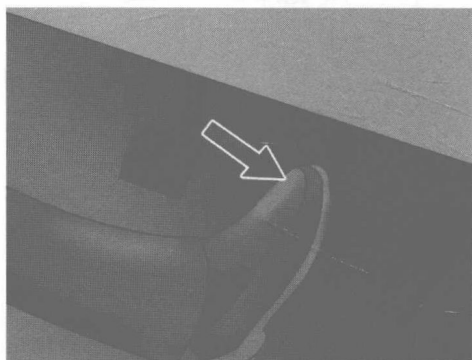
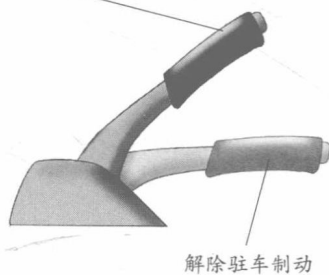

图 1-2 踩制动踏板
图 1-3 操作驻车制动器操纵杆
(1) 踩下制动踏板，观察驻车制动器是否起作用，如图 1-2、图 1-3 所示。